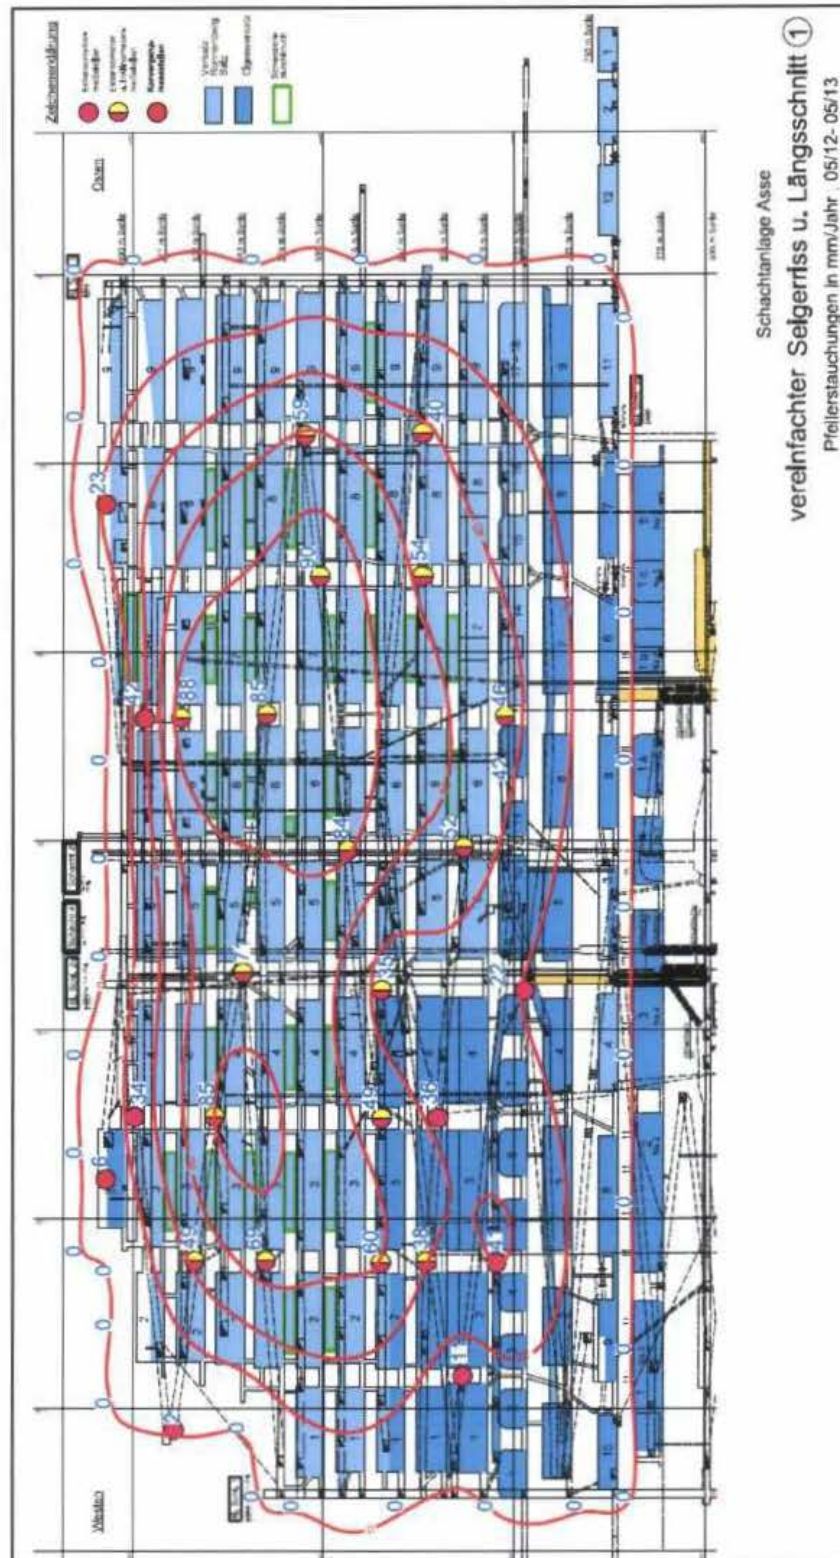

Abbildung 3: Linien gleicher Pfeilerstauchung [mm/a] mit Konvergenz-
In der Abbildung 3 sind die Linien gleicher Pfeilerstauchungen im Baufeld der Südflanke unter Einbeziehung der Konvergenzmessstellen in den Abbauen 3 und 8 der 490-m-Sohle abgebildet. Die Harmonisierung der Pfeilerstauchungen im Baufeld der Südflanke setzt sich weiter fort. Die maximale Stauchungsgeschwindigkeit beträgt 90 mm/a.
- Abbildung 3: Linien gleicher Pfeilerstauchung [mm/a] mit Konvergenzmessstellen in den Abbauen 3 und 8 der 490-m-Sohle